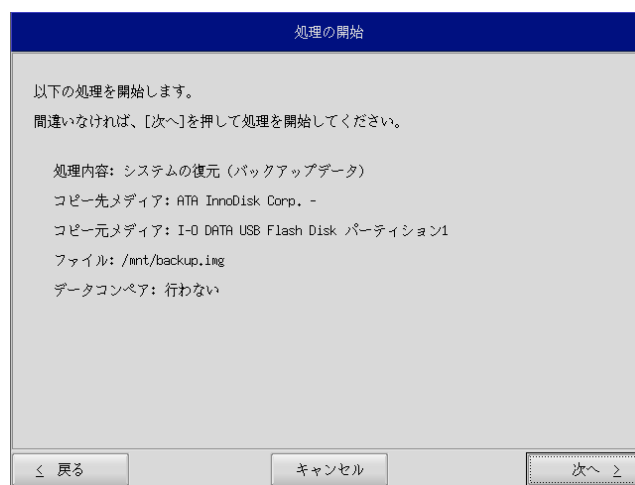

図 5-2-7. 確認画面
- ⑫ 確認画面(図 5-2-7)が表示されます。メディア、パーティション、バックアップファイルを確認します。